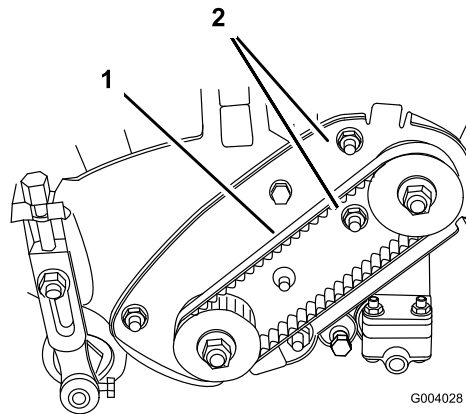

Figura 35
- A. Allentate i dadi di montaggio della sede del cuscinetto (Figura 35).
- C. Serrate i dadi di montaggio della sede del cuscinetto tenendo ferma nel contempo la chiave torsiometrica all'impostazione prescelta (Figura 35). Non tendete eccessivamente la cinghia.